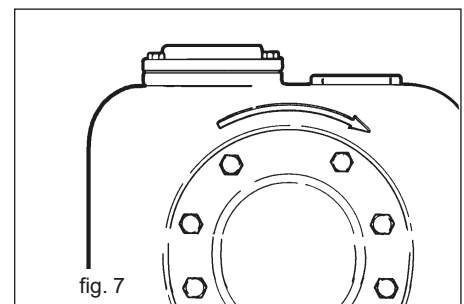

fig. 7
- Cuando haya concluido las conexiones eléctricas, cierre la válvula de comunicación de la tubería de impulsión y controle que el sentido de rotación sea correcto, tal como lo indica la flecha en el cuerpo de la bomba, fig. 7.